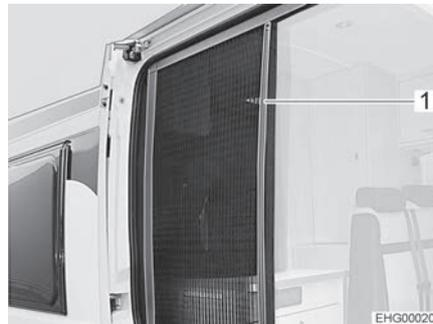

Fig. 9 Protección contra insectos
- Extraer la protección contra insectos (Fig. 9,1) por el listón completamente.
- Regresar la protección contra insectos (Fig. 9,1) por el listón a su posición inicial.